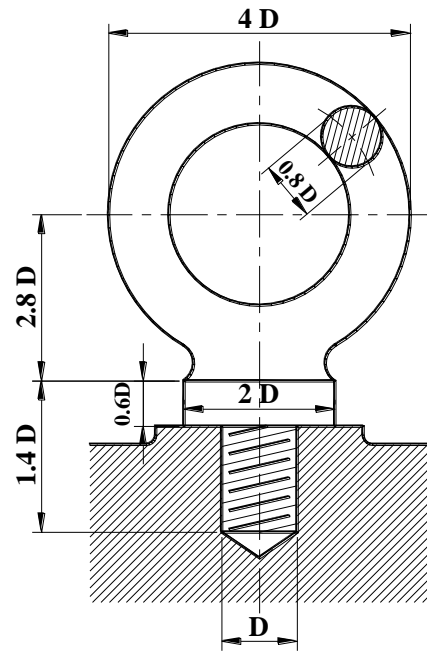

FIGURE T6.6: EYE BOLT
6. 6. TAKING SUITABLE VALUE OF 'D' DRAW THE EYEBOLT AS SHOWN IN THE FIGURE T6.6.